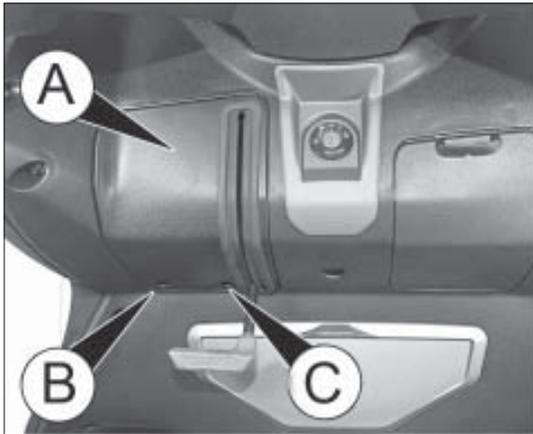

Abb. 8
- die Abdeckung A Abb. 8 durch Lö-